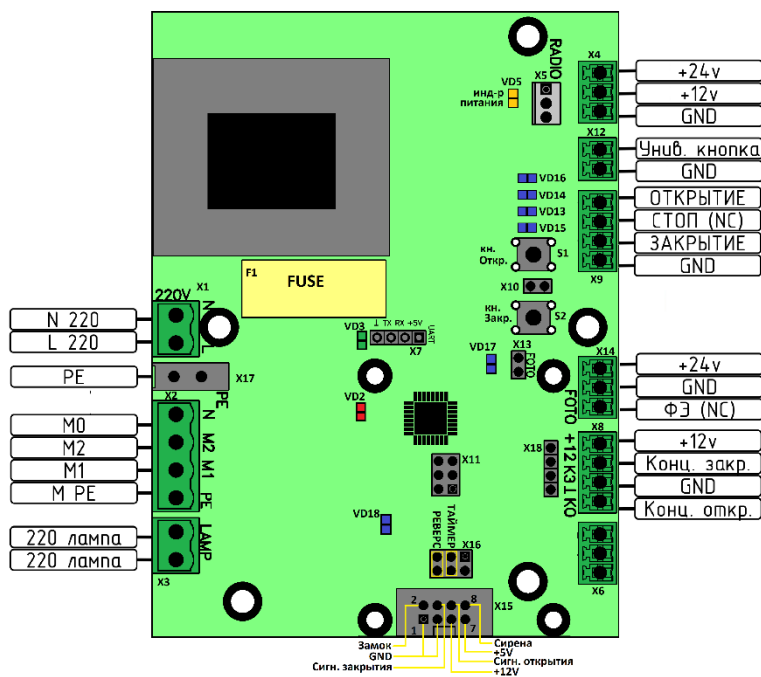

Рисунок 7
Питание шлагбаума однофазное, подключается к разъему X17 (см. Рисунок 7)
Фотоэлементы подключаются к разъему **X14** (см. Рисунок 7). Питание фотоэлементов – 24В. Управляющий сигнал – нормально замкнутый. При срабатывании фотоэлемента в открытом положении – шлагбаум не будет закрываться, игнорируя любые команды, при этом светодиод **VD17** гореть не будет.
При срабатывании фотоэлемента во время закрытия – закрытие прекратится и шлагбаум откроется. При отсутствии фотоэлементов на переключателе **X13** (см. Рисунок 7) должен быть установлен джампер. При отсутствии перемычки шлагбаум не будет закрываться.
Подключается к разьему X9 (см. Рисунок 7)
3. Блок перейдет в режим настройки задержки таймера. Количеством миганий индикаторов открытия и закрытия (см. Рисунок 7) отобразится текущее время задержки в секундах кратное 5. (3 мигания – 15 секунд)